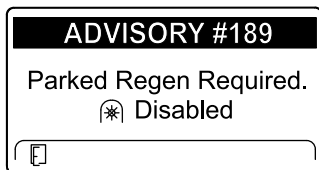

Рисунок 46
- Если вы не выполните стационарную регенерацию в течение 2 часов, дисплей инфо-центра отобразит сообщение «Требуется стационарная регенерация — вал отбора мощности выключен» — ИНФОРМАЦИОННОЕ СООБЩЕНИЕ № 189 (Рисунок 46).